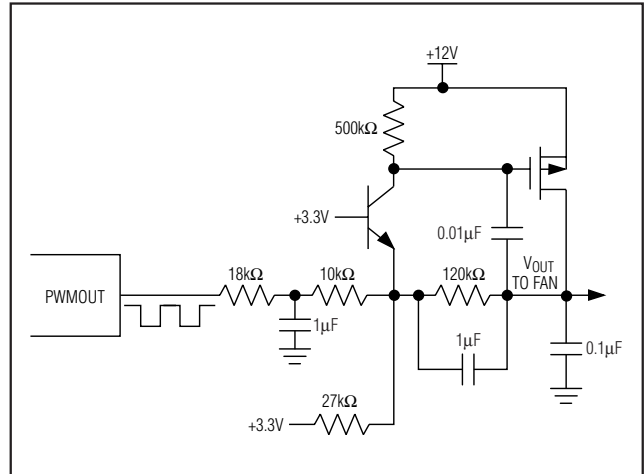

图5. 通过PWM到直流变换电路驱动风扇。
- 2) PWMOUT_被转换(使用外部电路)为正比于占空比的直流电压。这个由占空比控制的电压作为风扇的供电电源。这种方法的效率不如1)那样高，但风扇的运行更安静一点。图5给出了PWM信号转换为直流电压的范例电路。由于当PWMOUT = 0V时，此电路产生满量程的输出电压，因此02h寄存器的D4位应该被置为0。
频率选择寄存器控制PWM信号的频率。当PWM信号调制风扇的供电电源时，应使用较低的PWM频率(通常为33Hz)，以确保无刷直流电机有足够的动作时间。当采用图5所示的PWM到直流转换电路来驱动风扇时，应使用最高的频率(35kHz)，以减小滤波电容的体积。当使用具有PWM控制输入的风扇时，频率通常也应该比较高，尽管有些风扇的PWM输入可接受低频驱动。